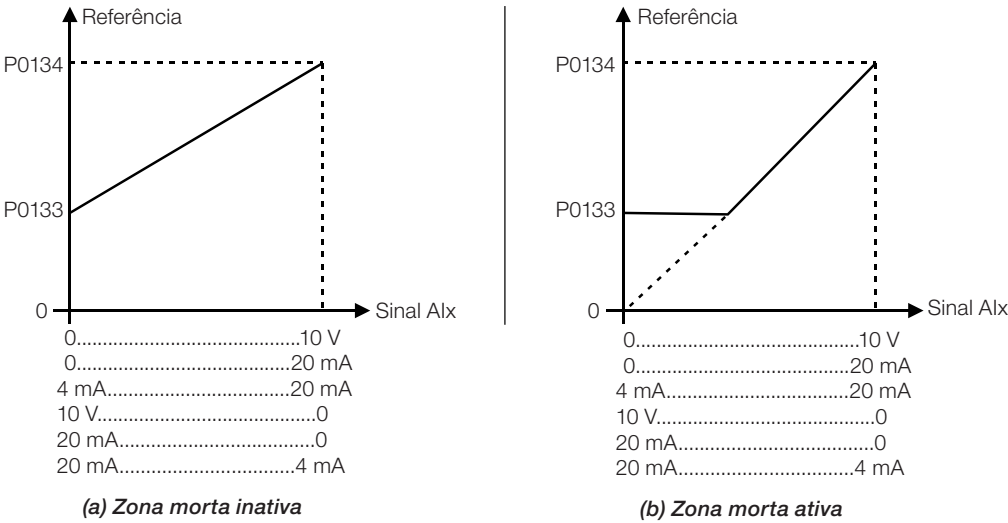

Figura 15.1: (a) e (b) Atuação das entradas analógicas
Se o parâmetro for configurado como Inativa (P0230 = 0), o sinal nas entradas analógicas atuará na referência de frequência a partir do ponto mínimo (0 V / 0 mA / 4 mA ou 10 V / 20 mA), e estará diretamente relacionado à velocidade mínima programada em P0133. Ao utilizar com a função especial (P0203) de PID via AI1 (1) ou AI3 (2), o valor do setpoint PID (P0041) vai a zero e não para a velocidade mínima (P0133). Consulte a Figura 15.1 na página 15-2.
Se o parâmetro for configurado como Ativa (P0230 = 1), o sinal nas entradas analógicas terá uma zona morta, onde a referência de frequência permanece no valor da Velocidade Mínima (P0133), mesmo com a variação do sinal de entrada. Consulte a Figura 15.1 na página 15-2.
No caso das entradas analógicas AI3 programada para -10 V a +10 V (P0243 = 4), teremos curvas idênticas às da Figura 15.1 na página 15-2, somente quando AI3 for negativa, o sentido de giro será invertido.